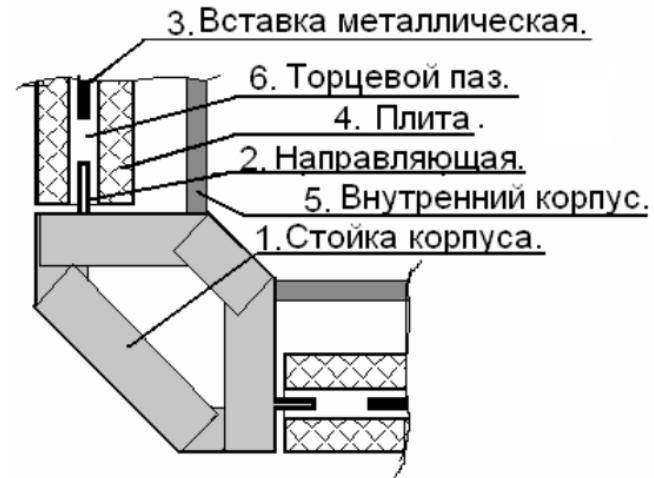

Рис.1. Установка плит
5.4. Для «Премьера М» в камне, Вариант 2, установить плиты (4) торцевыми пазами (6) в направляющие (2) стоек наружного корпуса, фиксируя их, металлическими вставками (3) (см.рис.1).